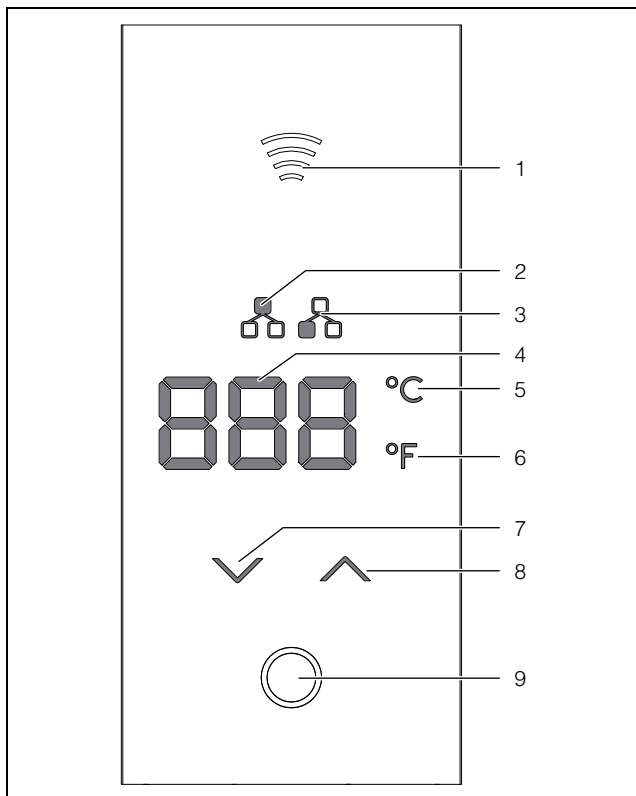

Fig. 51: Display
Il display è a tre cifre a 7 segmenti (fig. 51, pos. 4). Dopo l'accensione dell'alimentazione, la temperatura interna appare dopo un breve periodo (circa 10 secondi) e rimane visualizzata finché non ci sono errori o messaggi di sistema. In presenza di errori o messaggi di sistema, appare la relativa segnalazione alternativamente al display di temperatura.